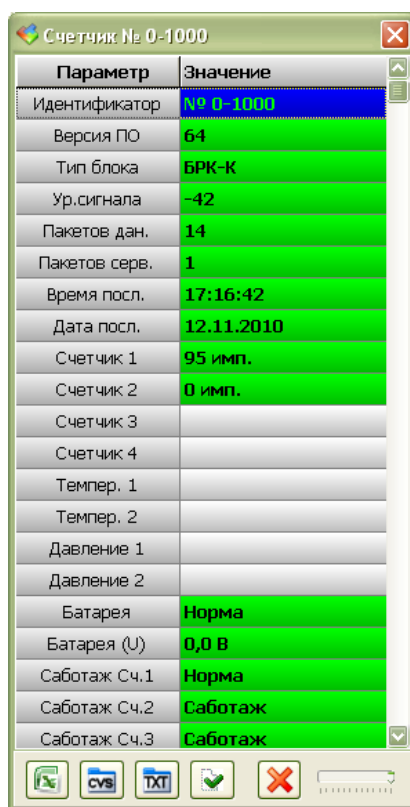

Рисунок 32 - Окно текущего состояния БРК-К:
1) Для просмотра текущего состояния БРК-К следует выбрать в окне «Доступные счетчики» требуемый блок. Откроется окно «Счетчик» (рисунок 32).